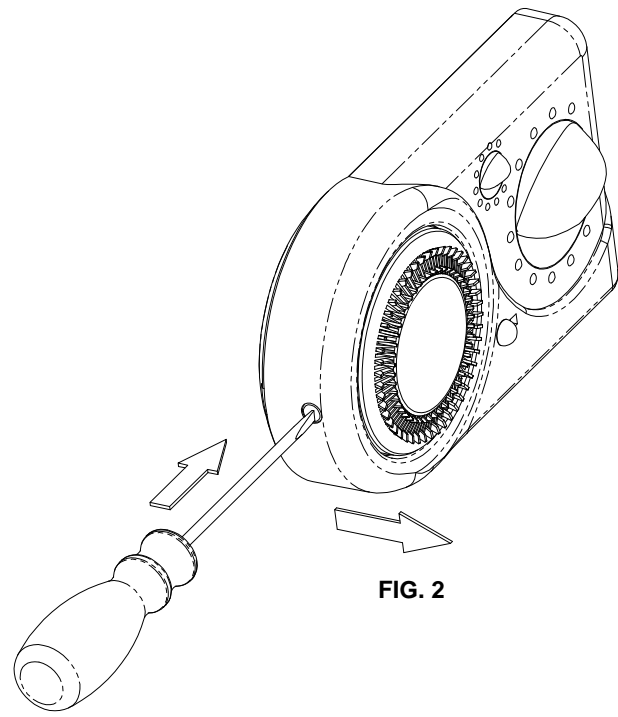

FIG. 2
- Insertar el destornillador y hacer una ligera presión en el orificio ubicado al lado del termostato, como se indica en Fig. 2, luego quitar la tapa, separándola de la base.